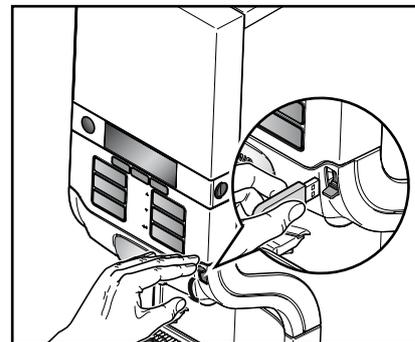

Abb. 23
- Stecken Sie den USB-Freischalt-Schlüssel in den USB-Anschluss am Gerät, um eine temporäre Getränkeausgabe zu ermöglichen. (Abb. 23)